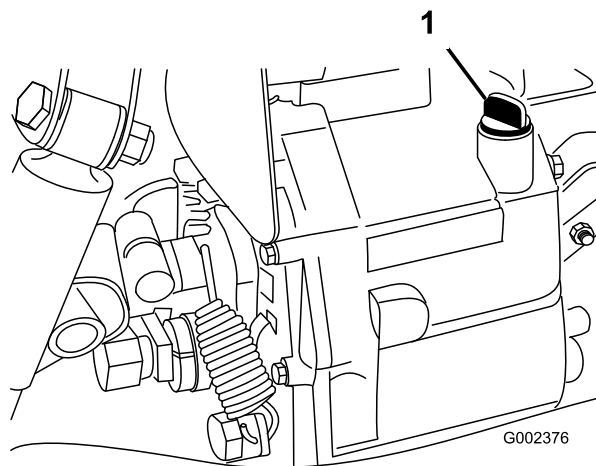

Figura 64
4. Pulite attorno all'asta di livello (Figura 64).